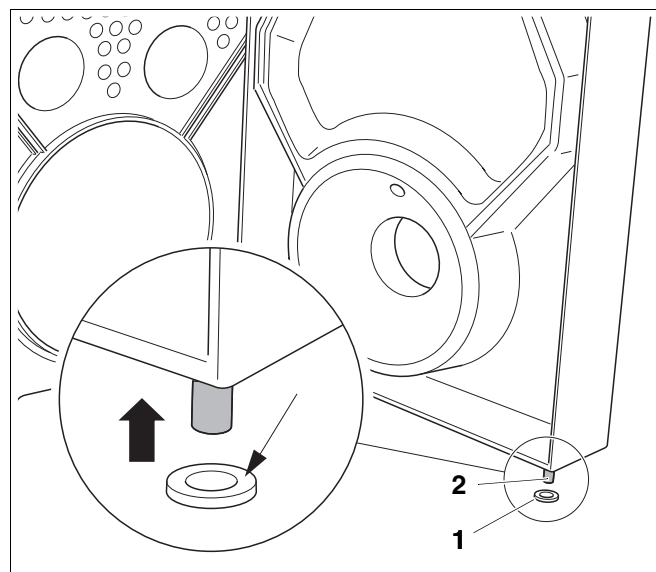

Рис. 10 Левая шарнирная ось
- Подкладную шайбу (рис. 10, поз. 1) обильно покрыть смазкой (тонкая стрелка на рис. 10) и надеть на левую нижнюю шарнирную ось (рис. 10, поз. 2).